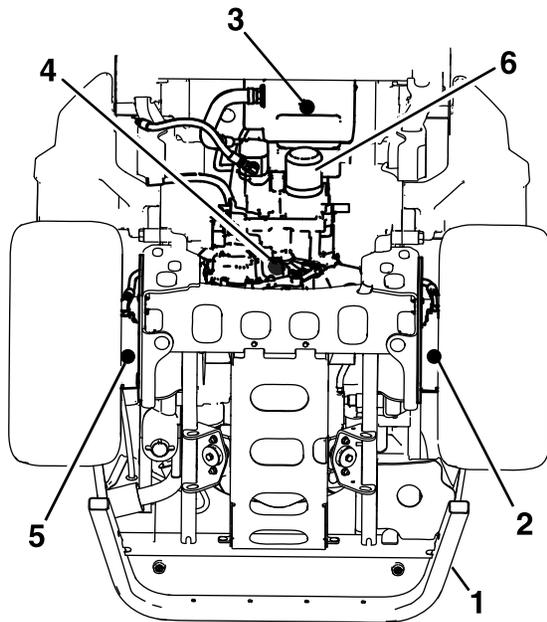

Figure 70
et les moteurs de roues gauche et droit (Figure 70).
5. Enlevez chaque bouchon de vidange et vidangez le liquide hydraulique (Figure 70).
6. Nettoyez la surface autour du filtre à huile hydraulique et retirez le filtre (Figure 70).